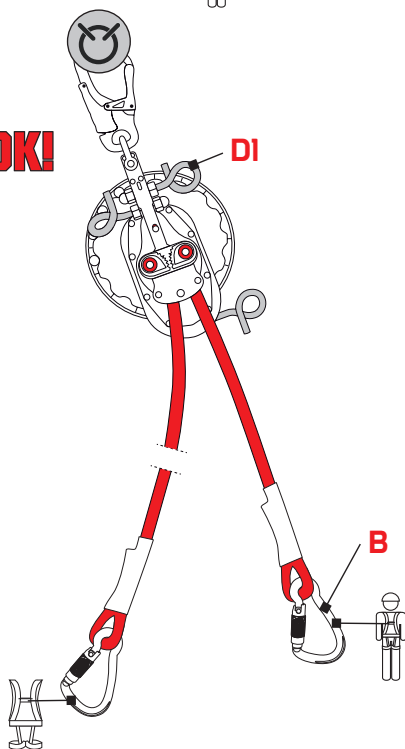

Abb. 7
- b) das kurze Seilende mit dem Verbindungselement (B) am Gurt der abzuseilenden Person befestigen und spannen. Dabei sicherstellen, dass das Seil nicht locker ist (Abb. 7),